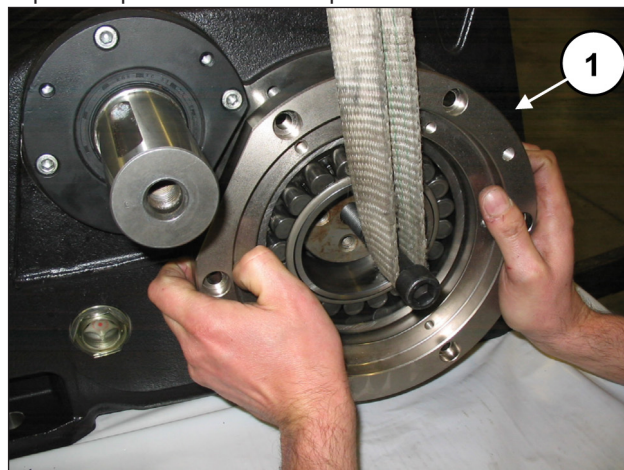
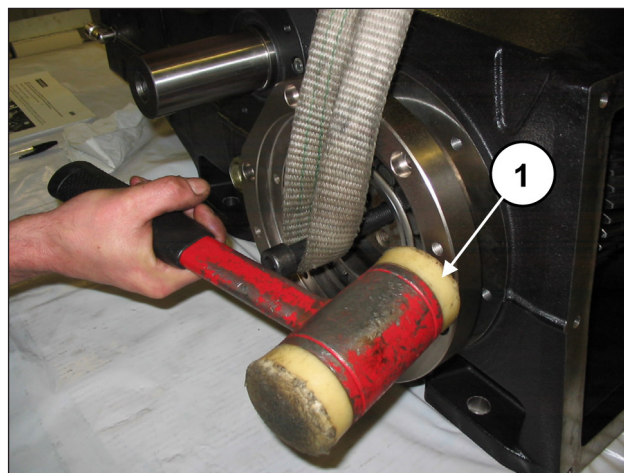

Fig. 73
Fig. 74
Aplicar los dos pernos roscados M16 en el extremo del eje acodado y, manteniéndolo levantado, (pos. ①, Fig. 73), introducir la tapa portacojinetes junto con la junta tórica (pos. ①, Fig. 74) utilizando la herramienta de percusión. Repetir la operación en el lado opuesto.